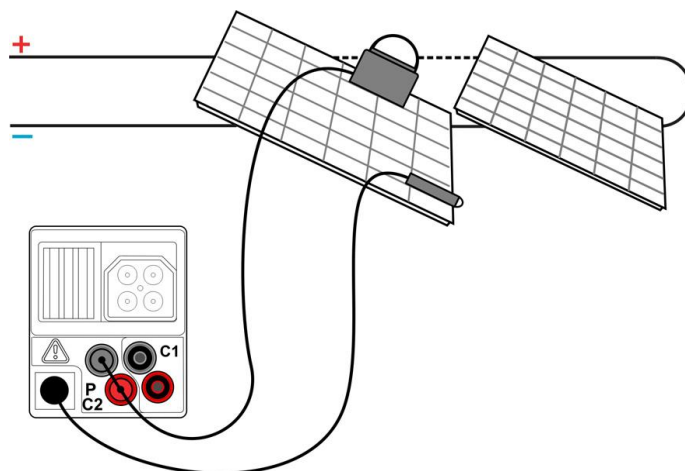

Abbildung 5.25: Messung der Umgebungsparameter
- **Schließen Sie** die Umgebungssensoren an das Messgerät an (siehe Abbildung 5.25).
- **Schließen Sie** die Sensoren an die Prüflinge an (siehe Abbildung 5.25).